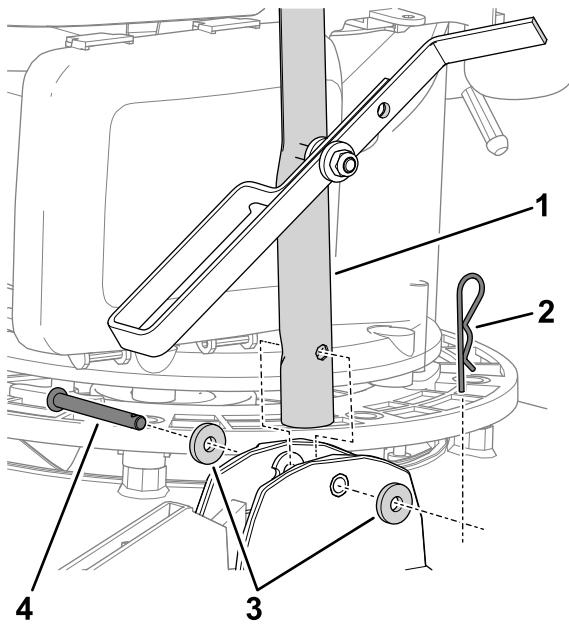

Figura 7
3. Alinee el orificio del manillar con los orificios de los casquillos (Figura 7), y sujeté el manillar a la máquina con un pasador de horquilla, 2 arandelas (6 mm) y una chaveta.